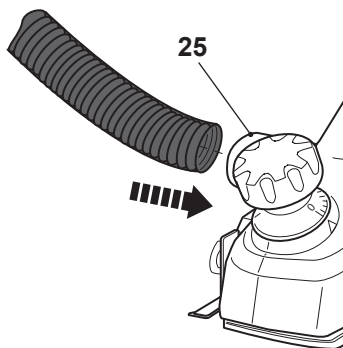

Fig. 2
- > Fixez un dispositif approprié d'évacuation de poussière, par exemple un aspirateur adapté, à la sortie d'évacuation des poussières [25] (Fig. 2).